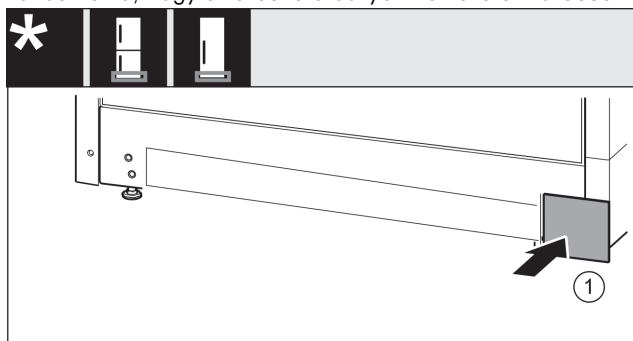

Fig. 20
- Tegye vissza a fedelet Fig. 20 (1) a másik oldalra.